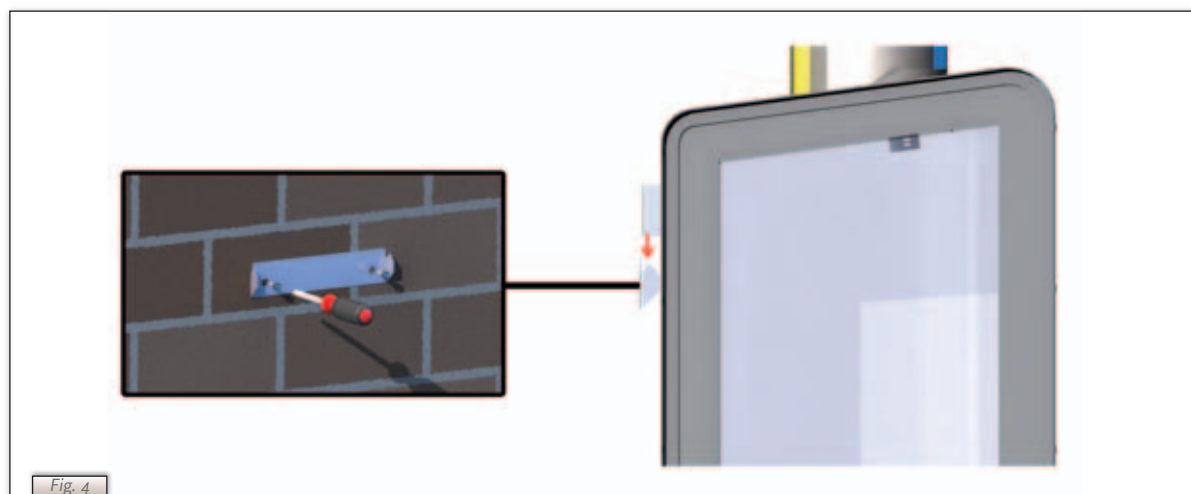

Fig. 4
- Fissare l'apparecchio alla parete utilizzando le staffe murali e i bulloni a espansione forniti; vedi Fig. 4.